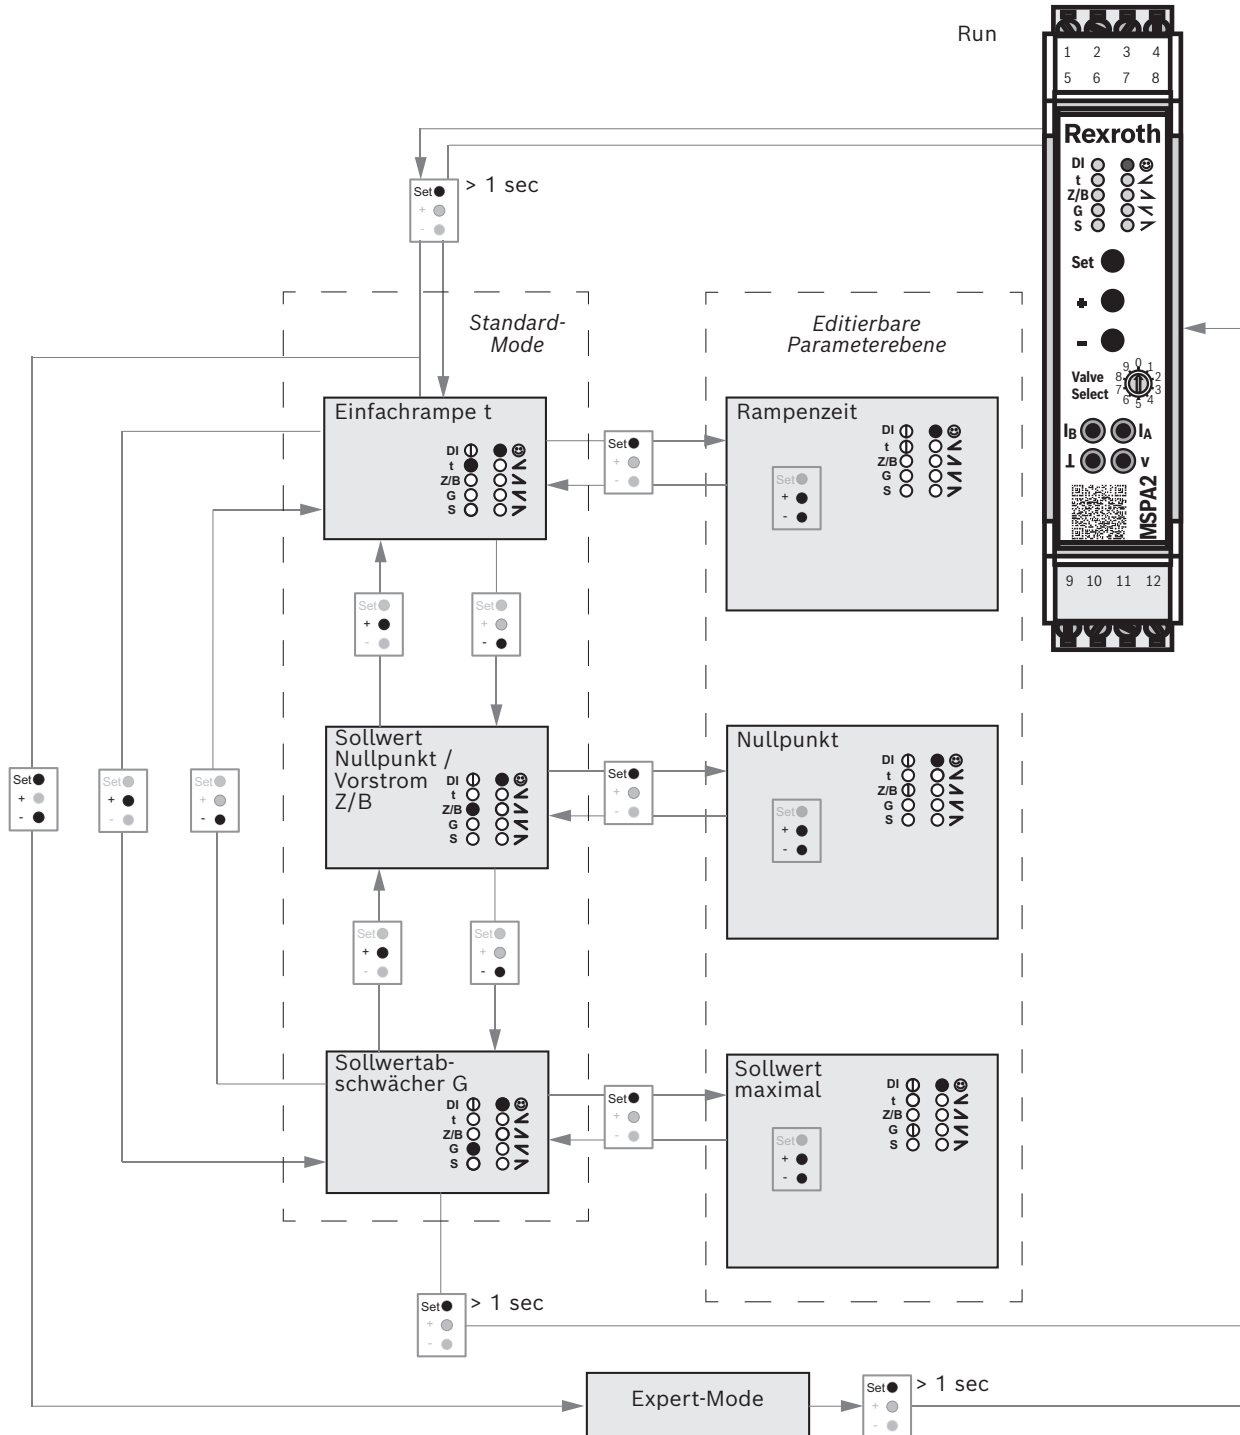

Abb. 5: Menüstruktur
- **[Set]** > 1 sec. drücken, um zum ersten einstellbaren Parameter (Einfachrampe, siehe Abb. 5) zu wechseln.